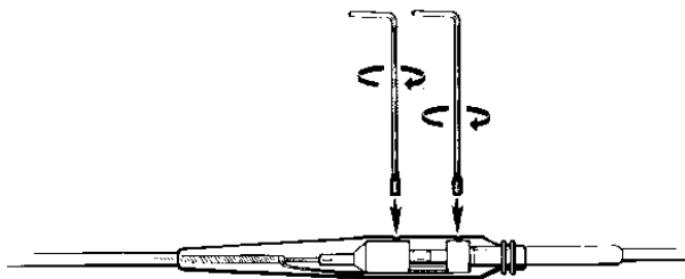

Abbildung 2. Einschrauben der Fixierschrauben in die vorgebohrten Schraubengänge am Adapter.
- Mit den beiliegenden Sechskantschlüsseln mit angebrachter Fixierschraube je eine Fixierschraube auf beiden Seiten des Adapterbuchsenendes einschrauben (siehe Abbildung 2).